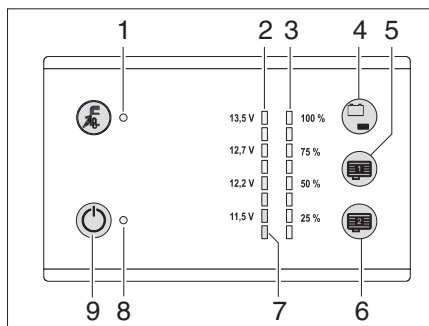

Fig. 93 Panneau de contrôle LT 101 / LT 102
Le niveau de remplissage du réservoir d'eau peut être interrogé avec le champ de détection du capteur (Fig. 93,4).
- Toucher le champ de détection du capteur (Fig. 93,4): le niveau de remplissage du réservoir d'eau est affiché en quatre niveaux avec les DEL (Fig. 93,3) (25 % à 100 %).
Les niveaux de remplissage des réservoirs d'eaux usées intérieurs (équipement spécial) peuvent être interrogés avec les champs de détection de capteurs (Fig. 93,5 et 6).
- Toucher le champ de détection du capteur (Fig. 93,5 ou 6): le niveau de remplissage du réservoir correspondant est affiché en quatre niveaux avec les DEL (Fig. 93,3) (25 % à 100 %).
La DEL d'avertissement rouge (Fig. 93,7) clignote dès que la charge de la batterie de cellule descend en dessous de 11 V (mesurée en marche) et qu'il y a risque de décharge profonde de la batterie.
Avec le champ de détection du capteur (Fig. 93,4), on peut interroger l'état de charge de la batterie de cellule.
Affichages: ■ Toucher le champ de détection du capteur (Fig. 93,4): L'état de charge de la batterie de cellule est affiché.
L'interrupteur principal 12 V (Fig. 93,9) établit ou coupe le panneau de contrôle et l'alimentation 12 V de la cellule.
- Toucher le champ de détection du capteur (Fig. 93,9): l'alimentation 12 V de la cellule est enclenchée. Le voyant de contrôle (Fig. 93,8) s'allume en vert.
- Toucher à nouveau le champ de détection du capteur (Fig. 93,9): l'alimentation 12 V de la cellule est coupée. Le voyant de contrôle 12 V (Fig. 93,8) s'éteint.
- ▷ Si la DEL d'avertissement de décharge profonde (Fig. 93,9) clignote, l'alimentation ne peut pas être enclenchée, la tension de batterie étant trop faible.